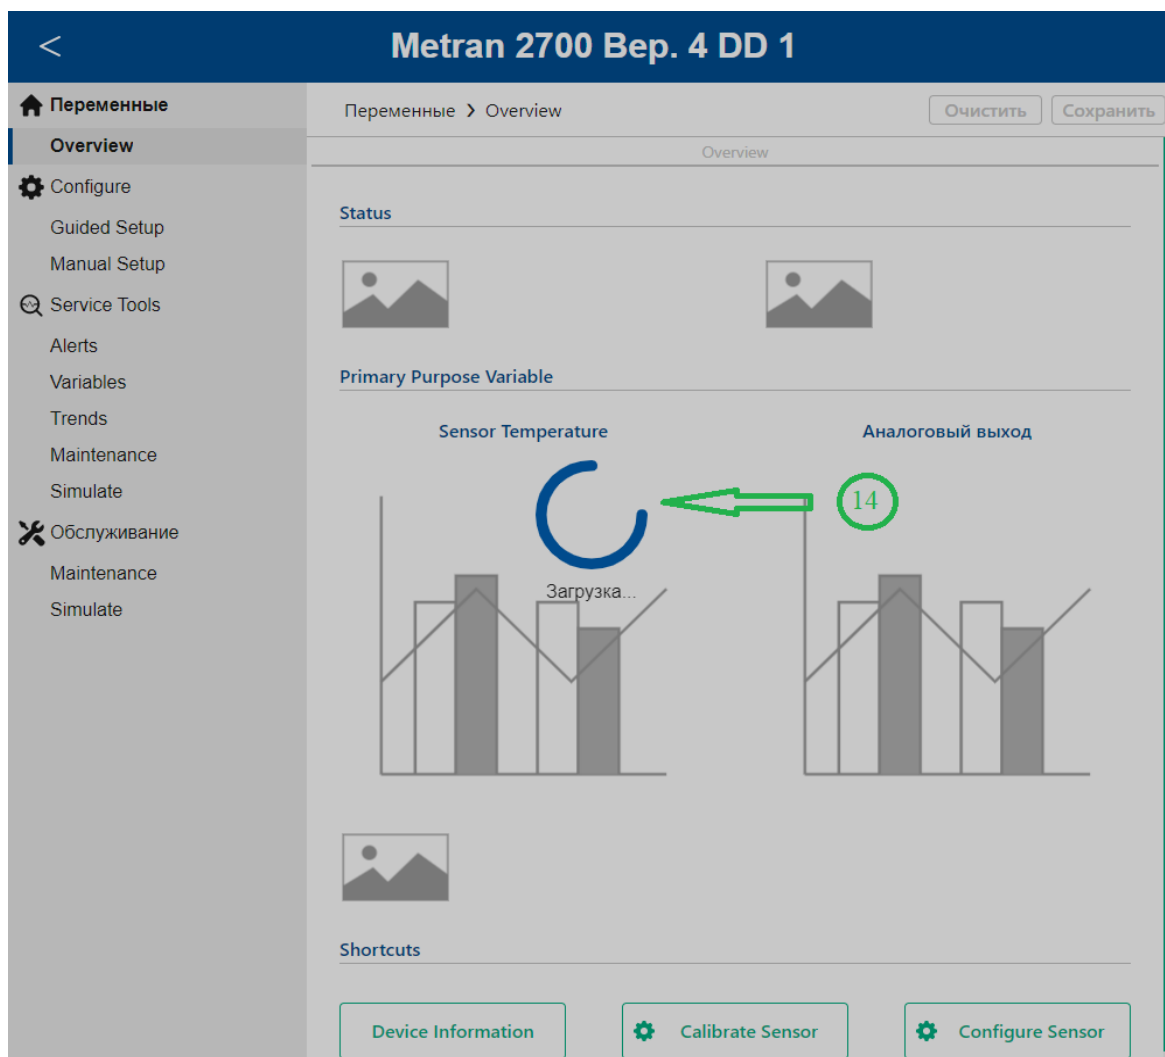

Рис. 23 Элементы конфигурационного окна
- Индикатор ожидания – 14 (рис. 23) (п. 3.9.14)